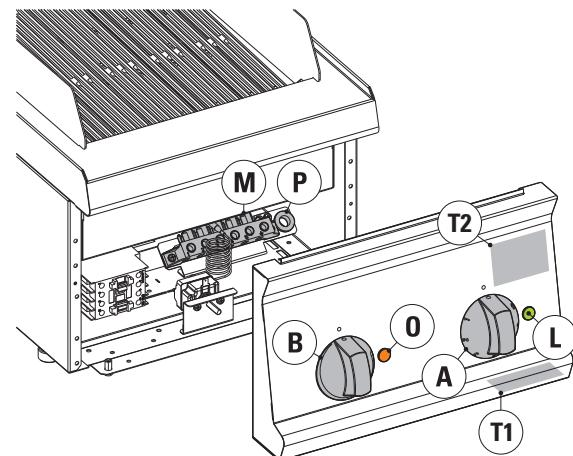

fig.2
Todos los modelos se entregan sin cable de alimentación. Para acceder a la regleta de conexiones | **M** | fig.2 es necesario desmontar el panel aflojando los tornillos colocados en la parte inferior del panel mismo. Cumpliendo las instrucciones del esquema eléctrico, conecte los conductores del cable de alimentación a la regleta de conexiones. **Tenga cuidado al pasar el cable por el pasacables** | **P** | fig.2 próximo a la regleta de conexiones; además, mantenga el cable apoyado sobre el fondo sujetándolo con el correspondiente sujetacable | **Q** | fig.1.
- Introduzca agua en la cuba girando el mando | **B** | fig.2. En la posición de "fin de carrera", la válvula de carga permanece siempre abierta. En las posiciones intermedias, la carga del agua tiene un "caudal" variable.
- Gire el mando | **A** | fig.2 haciendo coincidir el indicador del panel con el nivel de potencia deseado.
- Saque el rebosadero | **D** | fig.2 de su alojamiento hacia arriba y deje que corra el agua.